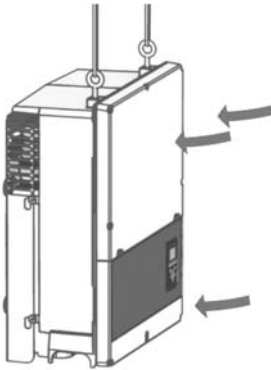
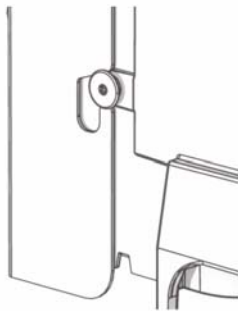

Abbildung 2.13 Einföhrung der Schrauben in die Führungsschlitze
Abbildung 2.14 Einföhrung der Schrauben in die Führungsschlitze - Detailansicht
3. Den Wechselrichter wie abgebildet schieben, damit die seitlichen Schrauben in die beiden unteren Führungsschlitze und dann in die oberen Schlitze geführt werden. Siehe Abbildung 2.13 und Abbildung 2.14.